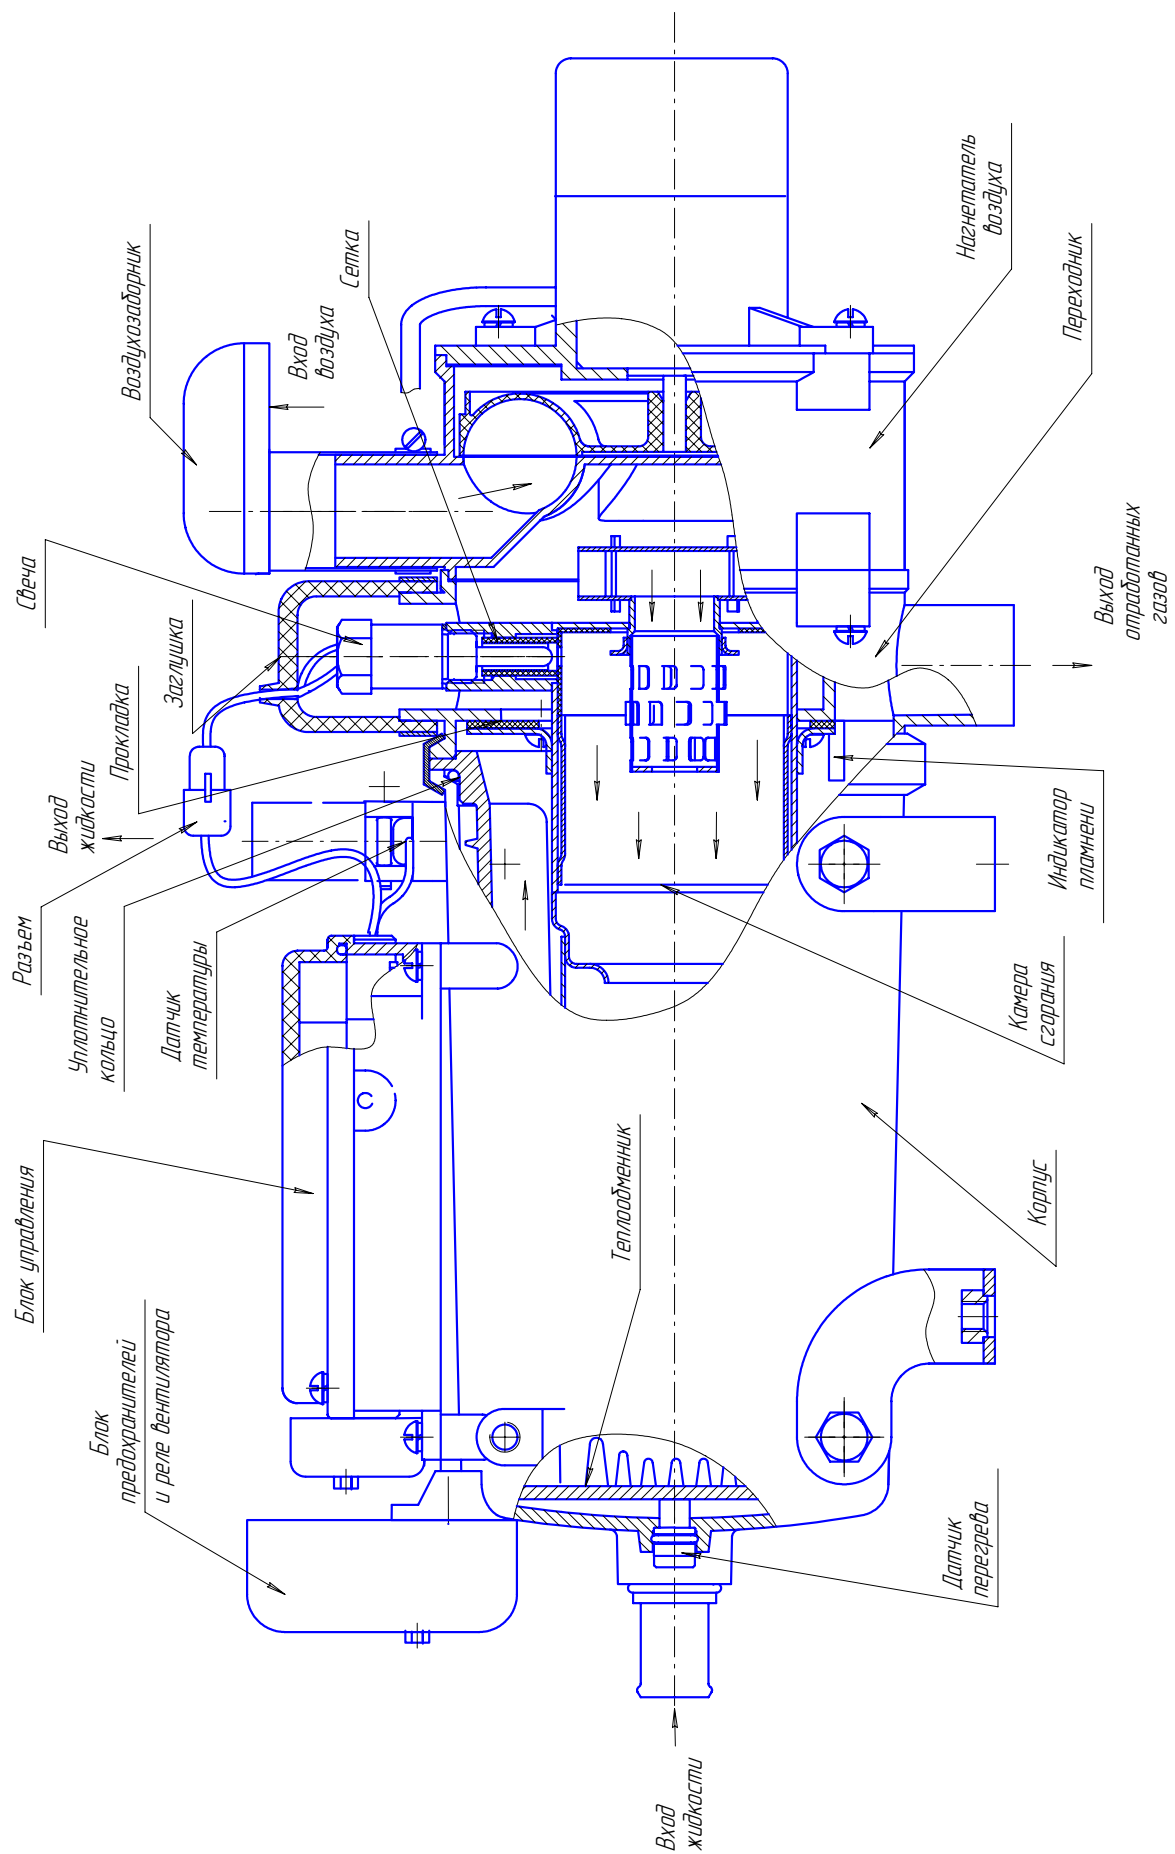

Рис. 4 – Основные узлы нагревателя
- нагреватель (основные узлы нагревателя показаны на рис. 4);